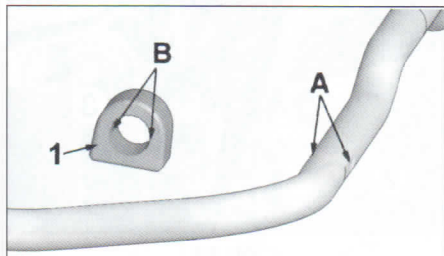

FIG. 6
- comprobar el estado de los apoyos elásticos (1) (**fig. 6**) y colocarlos alineando los rebajes interiores (B) con los de la barra (A).